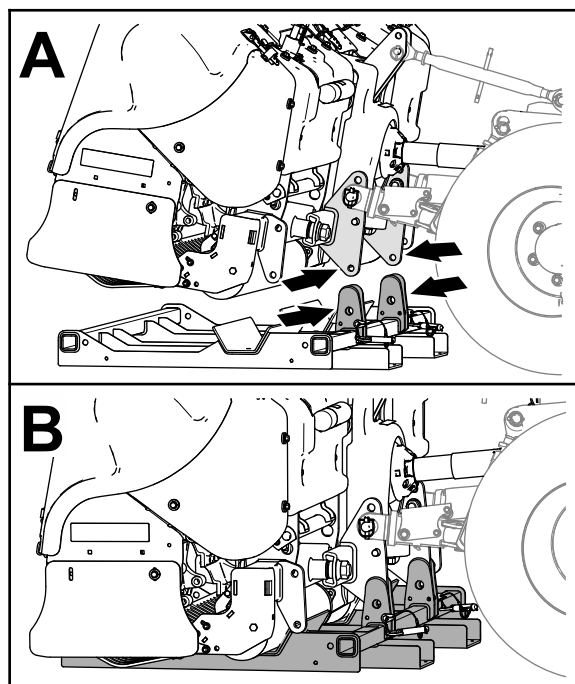

Рисунок 45
1. Совместите опорные пластины подставки для хранения с кронштейном подставки на раме сцепки машины (**Рисунок 45**).
2. Опустите машину на подставку для хранения так, чтобы отверстия в подставке были совмещены с отверстиями в кронштейне подставки сцепки (**Рисунок 45**).